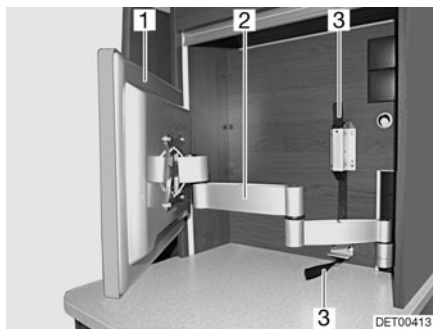

Fig. 66 Écran plat à bras articulé
- Tirer sur le ruban textile (Fig. 66,3) pour déverrouiller le bras articulé (Fig. 66,2).
- Faire pivoter l'écran plat (Fig. 66,1) dans la position désirée.